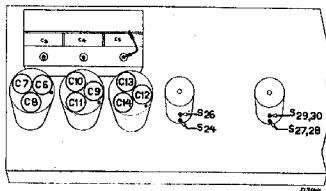

Fig. 4
7. S29+S30 van 4e M.F.-kring afregelen op maximale output (fig. 4).
9. S27+S28 van 3e M.F. kring afregelen op maximale output (fig. 4).
11. S26 van 2e M.F.-kring afregelen op maximale output (fig. 4).
13. S24 van 1e M.F.-kring afregelen op maximale output (fig. 4).
5. Achtereenvolgens C13, C10 en C7 (fig. 4) afregelen op maximale output.
8. Oscillator uitschakelen door C5 kort te sluiten (fig. 4).
4. Achtereenvolgens C14, C11 en C8 (fig. 4) trimmen op maximale output.
7. Oscillator uitschakelen door C5 kort te sluiten (fig. 4).